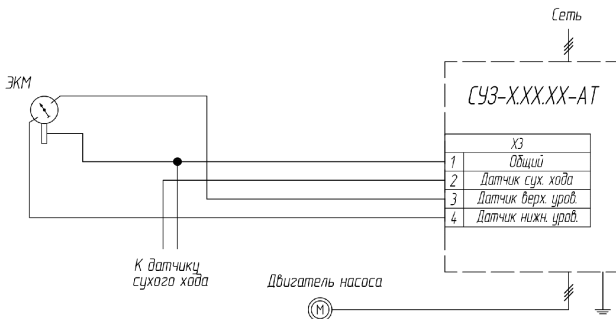

Рисунок 8.3 – Подключение ЭКМ (исп. 5)
8.3 Автоматическое управление от электроконтактного манометра. (Рисунок 8.3)